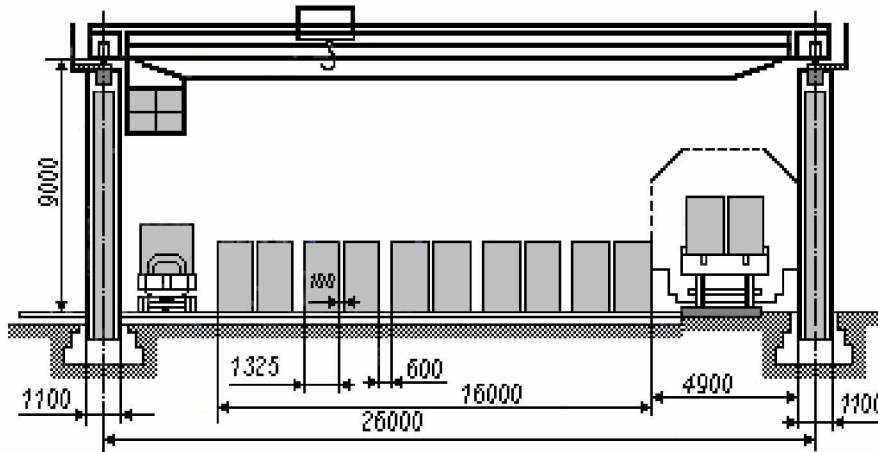

Рисунок 1 – Схема типовой контейнерной площадки:
6. Полезная ширина контейнерной площадки B_k определяется по схеме для каждого варианта (см. схемы рис.1).